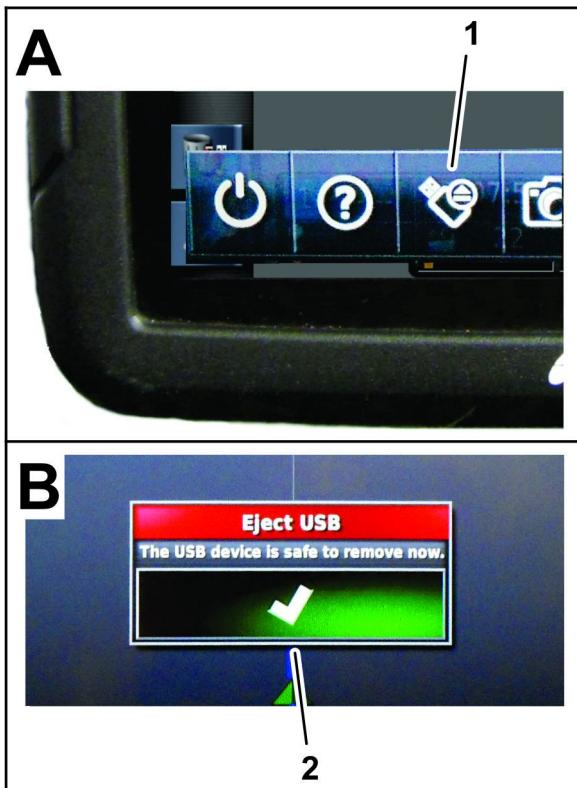

Рисунок 90
- Проведите пальцем по экрану, чтобы получить доступ к всплывающей строке меню (Рисунок 90).
- Нажмите на значок извлечения USB-накопителя (Рисунок 90).
- В диалоговом окне извлечения USB-накопителя нажмите на значок подтверждения и извлеките USB-накопитель из монитора (Рисунок 90).